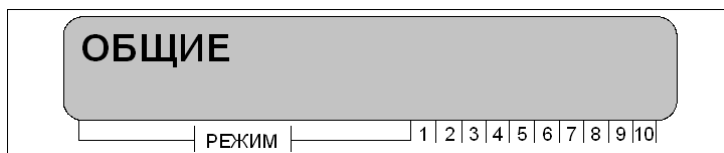

Рисунок 20 – Отображение первой программной страницы «Общие»
- нажатием клавиши **«ВВОД»** необходимо войти в пункт меню «Программа», на ЖК-дисплее клавиатуры отобразится первая программная страница «Общие», рисунок 20;